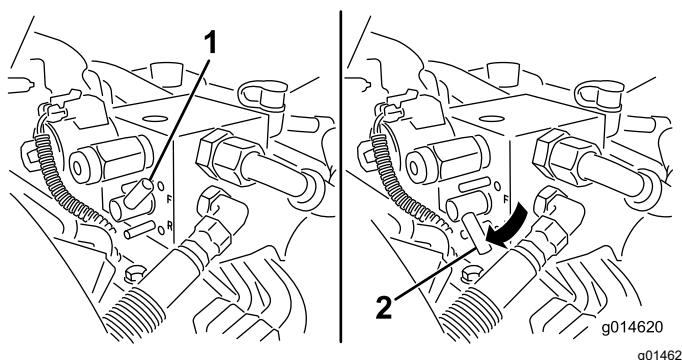

Figura 53
5. Gire la palanca de autoafilado a la posición de MARCHA ATRÁS (R) (Figura 53).